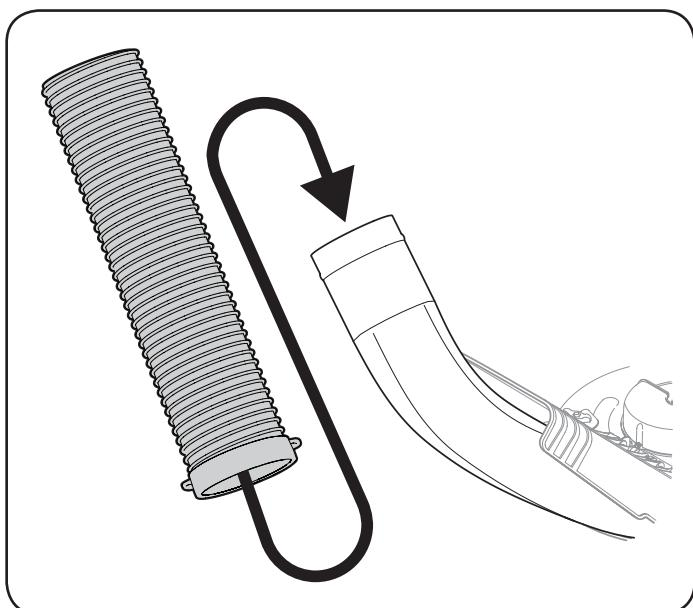

Figure 24
2. Soulevez par les poignées situées dans la partie inférieure du tube de goulotte. Faites glisser le tube de goulotte sur le coude de goulotte monté sur le plateau de coupe, comme illustré à la Figure 24.